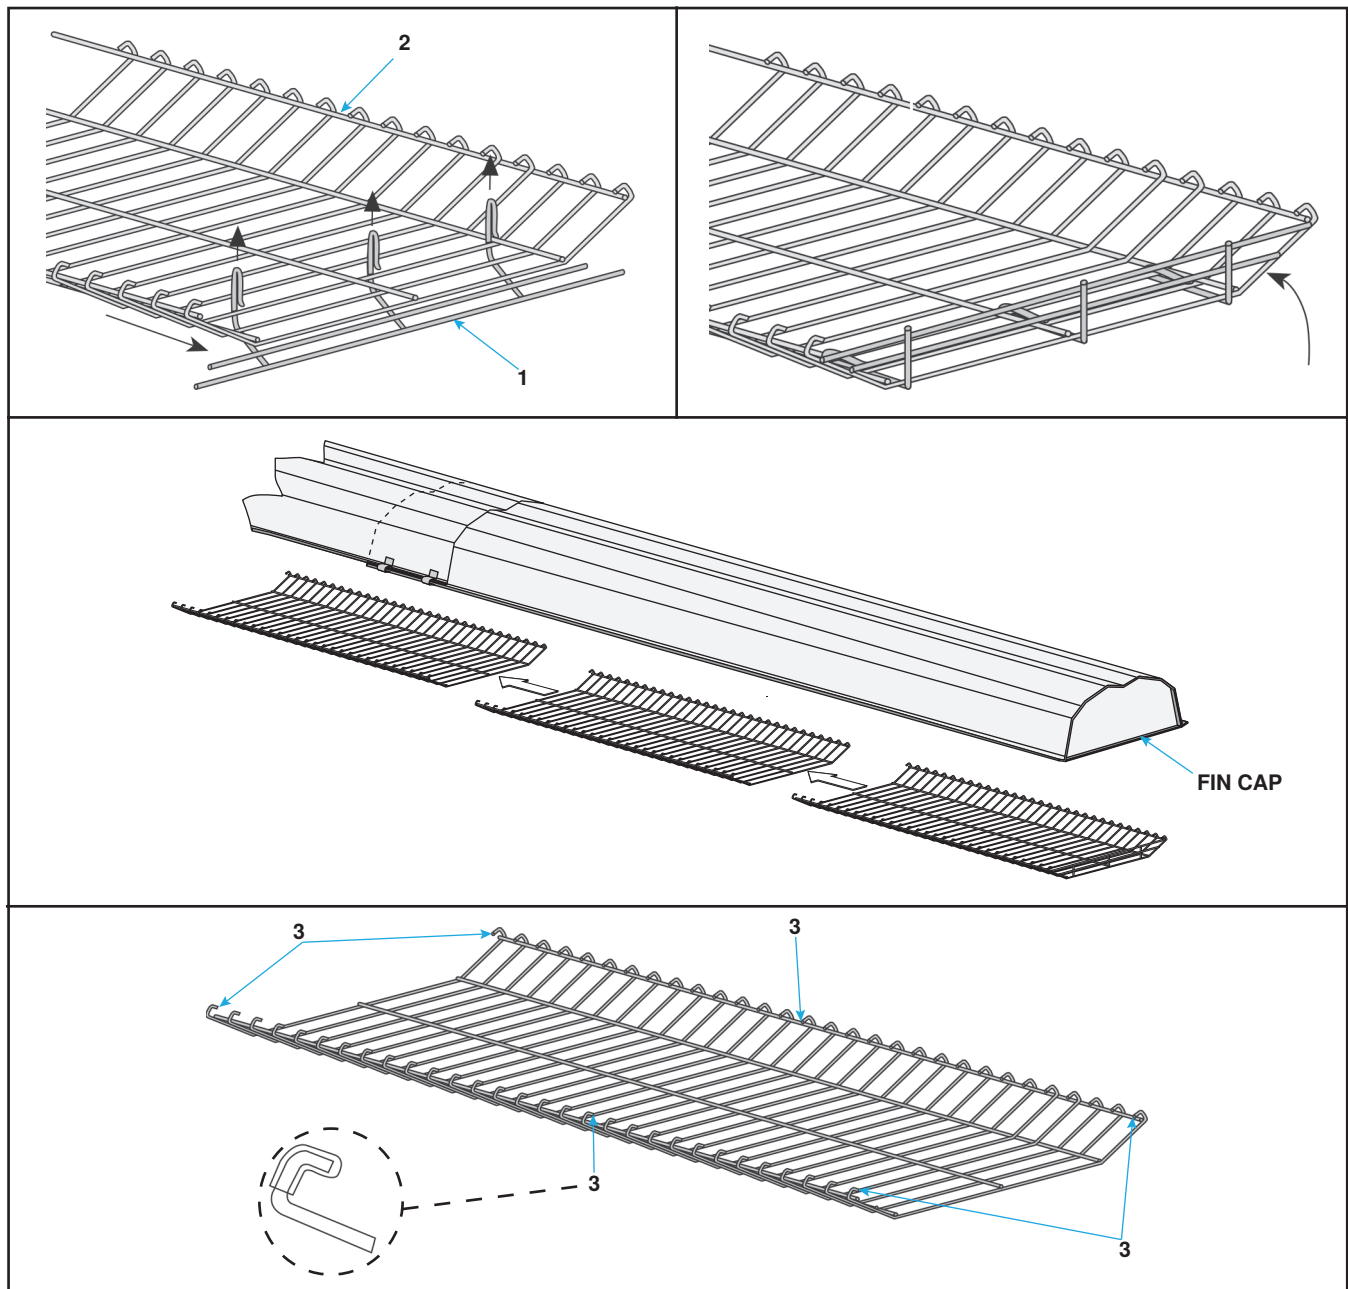

Figure 1. Installation du kit de grille de protection
1. Installez la section d'extrémité de la grille de protection (1) sur la section de grille (2) qui sera installée au niveau du capuchon d'extrémité du réflecteur, comme illustré à la Figure 1. Tirez fermement sur la section d'extrémité et pliez-la vers le haut à un angle de 90 degrés.
2. Placez la section de grille (2) sur le bas du réflecteur et fixez la grille au réflecteur à l'aide de six clips de réflecteur en silicone (3) installés tel qu'illustré à la Figure 1.
3. Installez les sections de grille restantes conformément à l'étape 2. Assurez-vous que la section de grille avec la section d'extrémité est installée sur le réflecteur avec le capuchon d'extrémité tel qu'illustré à la Figure 1.